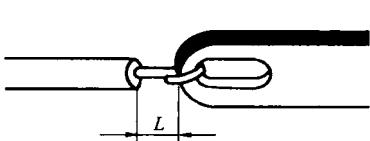

图 1.5.5 钩焊示意图
(2) 钩焊 是将导线端子弯成钩形，钩在接线端子上并用钳子夹紧后进行焊接的一种方式，如图 1.5.5 所示。钩焊强度低于绕焊，但操作简便。